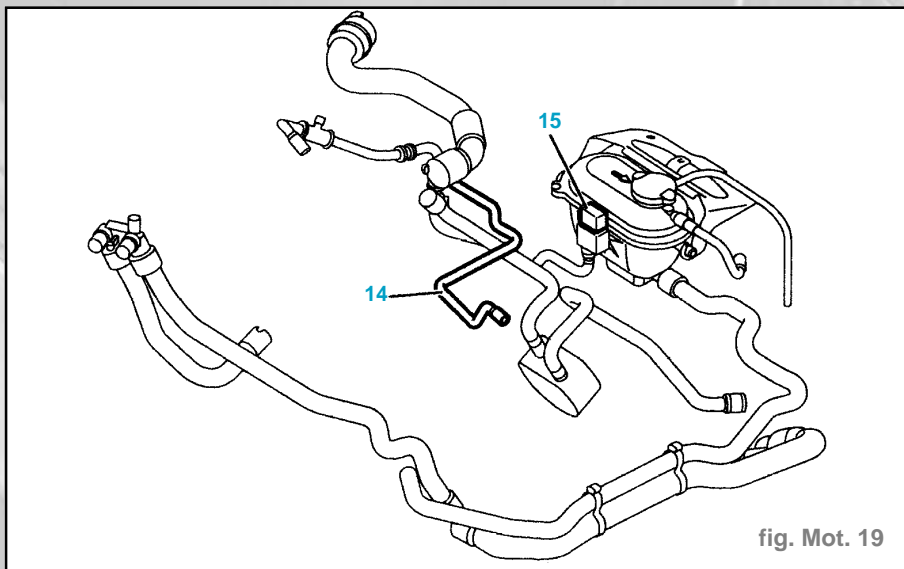
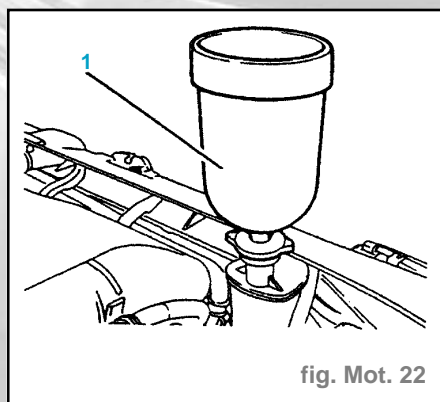

fig. Mot. 19
fig. Mot. 22
- Le circuit de refroidissement comporte les particularités suivantes : (fig. Mot. 19)
- un deuxième tuyau de dégazage culasse (14),
- une sonde de niveau d'eau (15) sur la boîte de dégazage.
- Monter sur l'orifice de remplissage le cylindre de charge [1] (fig. Mot. 22).
Nota : Le cylindre de charge doit être rempli au maximum pour une purge correcte de l'aérotherme (fig. Mot. 22).